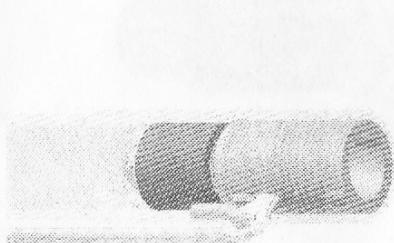

Рис. 12
8. Вставить упор в ствол так, чтобы собачка попала в прорезь (рис. 12).